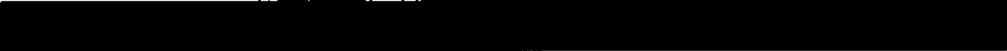

Рис. 4-2. Кнопки в нижней части страницы ввода данных пациента — не пустое исследование
*В случае если данные, относящиеся к пациенту из предыдущего исследования, все еще отображаются в текущем открытом исследовании, на кнопке в нижней правой части отображается текст **Resume Exam** (Возобновить исследование), а кнопка **End Exam** (Завершить исследование) (Рис. 4-2) подсвечена (не затенена). Перед запуском нового исследования сохраните либо удалите данные, относящиеся к предыдущему пациенту.*